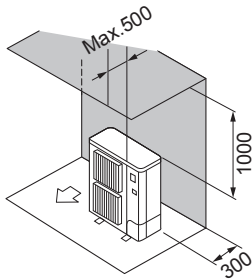

Fig. 2-4
- ② Hindernisse nur auf der Rück- und Oberseite (Fig. 2-4)